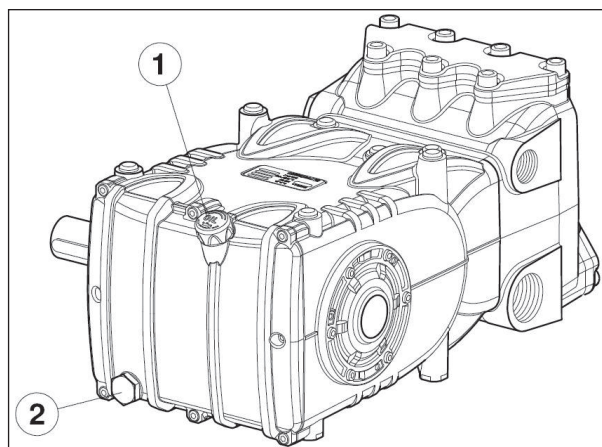

Fig. 3
Controlar el nivel de aceite, si es necesario repostar desde la varilla de nivel de aceite pos. ①, Fig. 3.
El control correcto del nivel de aceite se realiza con la bomba a temperatura ambiente, el cambio de aceite va realizado con la bomba a temperatura de funcionamiento retirando: la varilla de nivel de aceite pos. ①, y a continuación el tapón pos. ②, Fig. 3. El control del aceite y el cambio se han de realizar como se indica en la tabla Fig. 14 del capítulo 11.